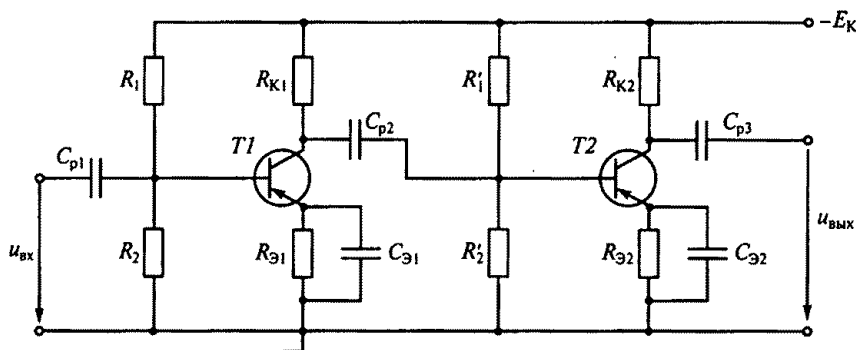

Рис. 209
8.30.Р. На рис. 209 представлена схема двухкаскадного усилителя напряжения с резистивно-емкостной связью. Каково правильное соотношение между емкостным сопротивлением x_{Cp2} разделительного конденсатора C_{p2} и входным сопротивлением второго каскада?